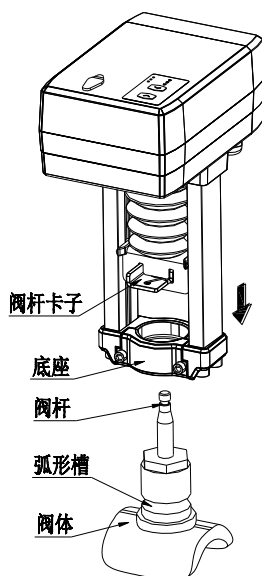
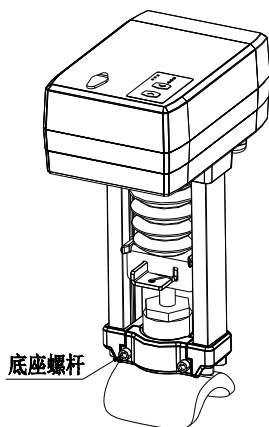
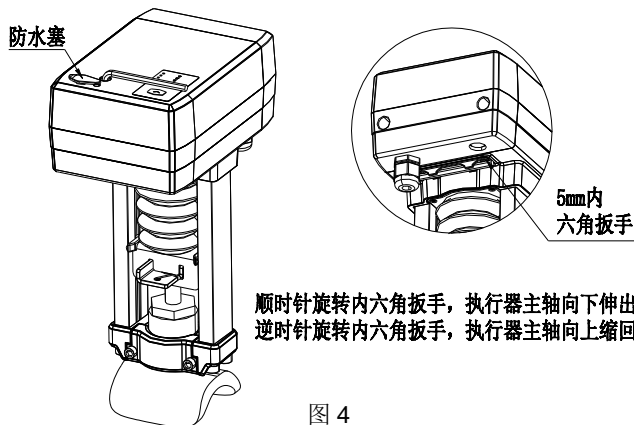

图 1
图 2
图 4
接线端子定义如下表。由于产品具有多种选型，实际接线应按照产品上的接线图接线。该表中的“向下动作”和“向上动作”是指执行器在垂直安装时(见图 1-图 4)的动作方向。
2. 上述描述中的“上”和“下”是指当执行器垂直安装时(如下图 1-图 4 所示)所指的方向。
1.上电自适应(SW6: OFF): 产品出厂默认为此模式。即执行器通电后直接进入此模式，此时执行器工作状态指示灯为橙色常亮，执行器将自动先向下运行直到最下端位置，再立即向上运行直到最上端位置(“上”和“下”是指当执行器垂直安装时,如下图 1-图 4 所指的方向),再进一步运行到控制信号对应位置。如此时为“断信号”情况，则按“断信号”程序执行。
进入：同时长按 5s 以上，进入本地控制模式，指示 LED 为红色常亮。此时，单独按 执行器向上运行，单独按 执行器向下运行(“上”和“下”是指当执行器垂直安装时,如下图 1-图 4 所指的方向)。
执行器可以用内六角扳手插进防水塞内孔(图 4)里进行手动操作。在通电情况下操作时, 电机自动断电, 确保手动操作安全。当内六角扳手退出后, 电机重新运行。手动操作过程中, 若内六角扳手出现传动打滑, 是因为执行器主轴运行受阻或已达到运行方向上的最大极限位置。此时, 应停止操作, 否则会损坏执行器。
1. 执行器与阀门安装固定: 如图 1, 把执行器如箭头示意方向套入阀体, 推动执行器的阀杆卡子, 对准卡入阀杆顶部的环形槽内, 再将执行器底座内侧的凸起对准阀颈部的弧形槽卡入, 如图 2, 锁紧底座螺杆, 使其牢固的与阀门安装。